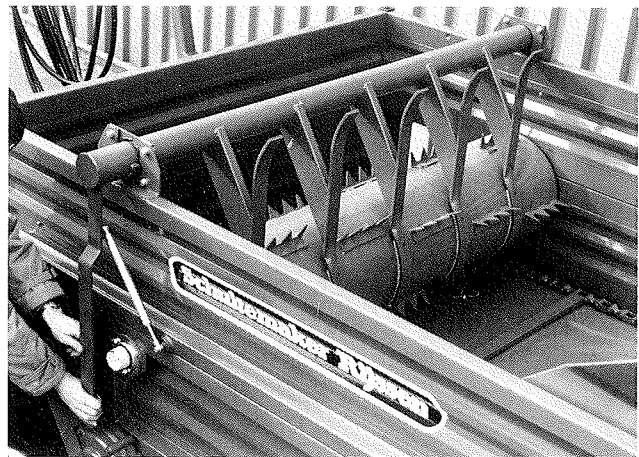

Abbildung 6: Eingeschaltete Raufe
1. Bringen Sie die Raufe in den oberen Stand, wie die Abbildung 6 illustriert.